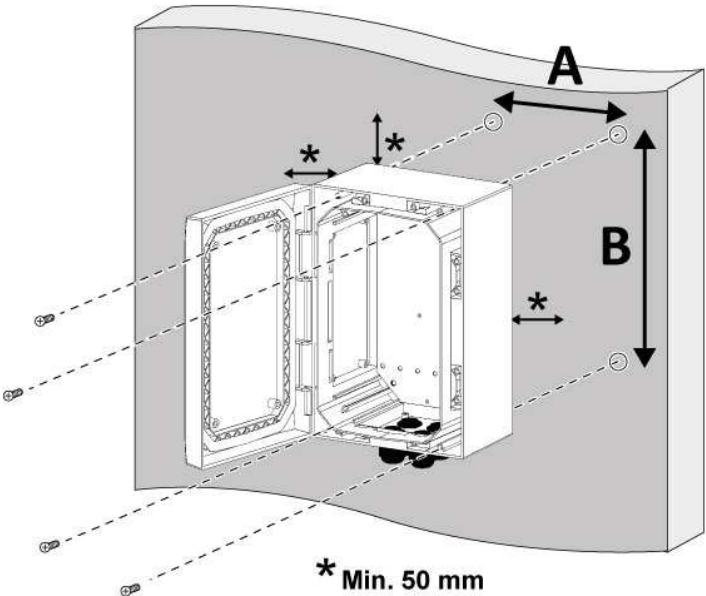

FIGURE 1.
- The natural convection cooling of the product requires a minimum clearance of 50 mm on each side. Observe the thermal and mechanical limits (figure 1).
- Le refroidissement par convection naturelle du produit nécessite un dégagement minimum de 50 mm de chaque côté. Respecter les limites thermiques et mécaniques (figure 1).
- Die Abkühlung des Produkts durch natürliche Wärmeableitung erfordert einen freien Abstand von mindestens 50mm auf jeder Seite. Die thermischen und mechanischen Grenzen beachten (figure 1).
- Voor de koeling door natuurlijke convectie van het product is een minimum vrije ruimte nodig van 50 mm aan elke kant. Leef de thermische en mechanische grenswaarden na (figure 1).